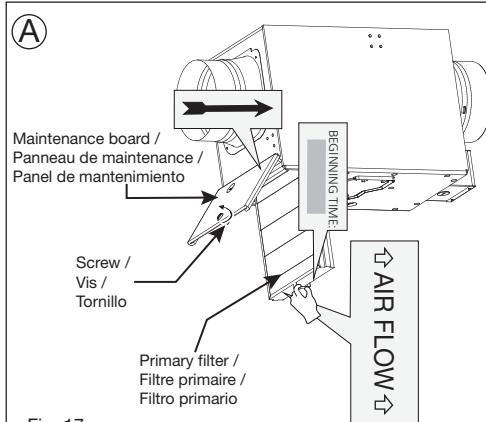
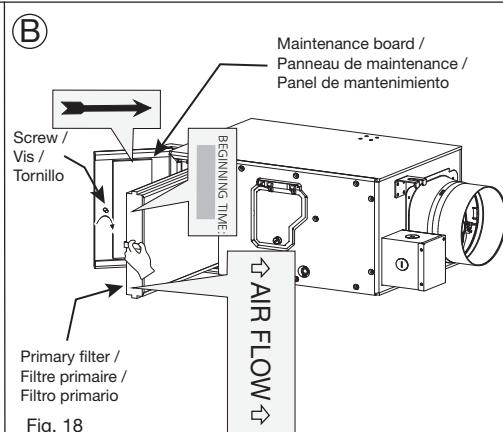

Fig. 17
Fig. 18
5. Pull out the Primary Filter and clean it with a vacuum cleaner. Replace it every 6 months (Fig. 17 and Fig. 18).
6. Install back the filters and close the maintenance board by turning the hand screw clockwise. Please make sure that the arrow direction on primary filter is the same as the "Air flow" mark on name plate (Fig. 17 and Fig. 18).
5. Retirez le filtre primaire, nettoyez-le avec un aspirateur. Remplacez-le tous les 6 mois (Fig. 17 et Fig. 18).
6. Reinstallez les filtres et vissez à la main le panneau de maintenance. Assurez-vous que le sens de la flèche sur le filtre primaire soit la même que sur le repère « Débit d'air » sur la plaque signalétique (Fig. 17 et Fig. 18).
5. Retire el filtro primario y límpielo con una aspiradora. Reemplaza el filtro cada 6 meses (Fig. 17 y Fig. 18).
6. Vuelva a instalar los filtros y cierre el panel de mantenimiento, girando el tornillo manual en sentido de las manecillas del reloj. Asegúrese de que la dirección de la flecha en el filtro primario sea la misma que la marca "Flujo de aire" en la placa de identificación (Fig. 17 y Fig. 18).